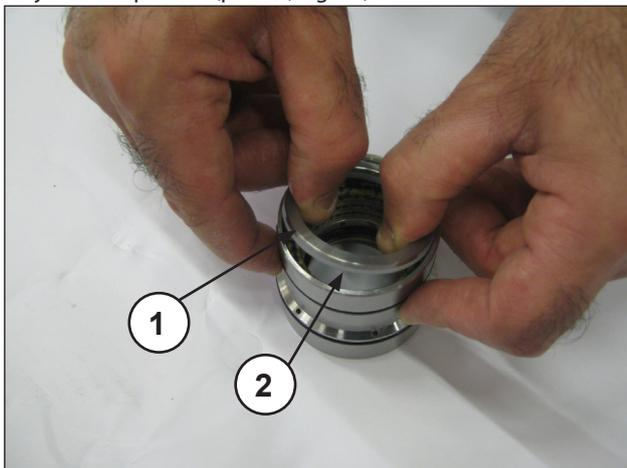
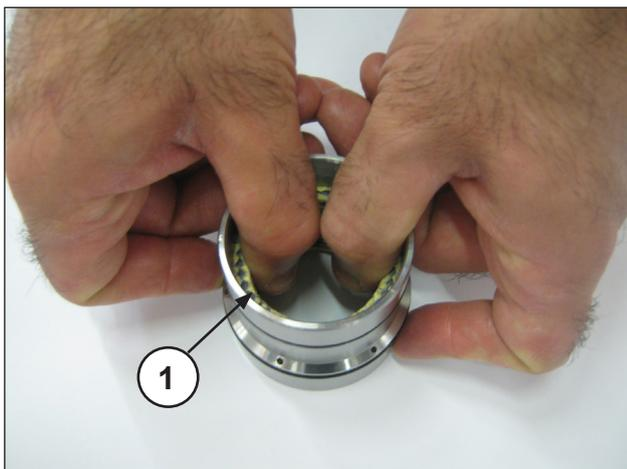

Fig. 31
Fig. 32
Separar el soporte de juntas de la camisa, desmontar la anilla del muelle y la anilla de retén (pos. ①②, Fig. 31) para acceder a las juntas de presión (pos. ①, Fig. 32).